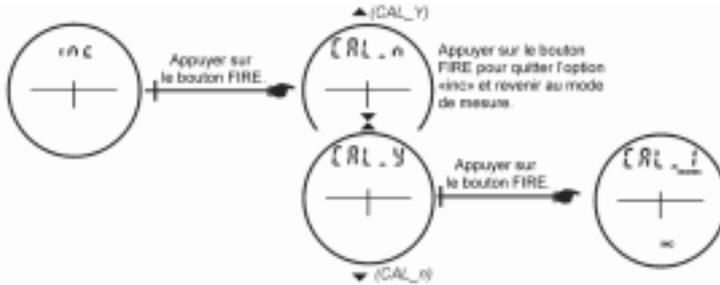

Figure 14
3. Appuyer sur le bouton  pour sélectionner l'option « inc ». Le message « CAL_n » s'affiche sur l'écran principal et l'écran devrait avoir un aspect similaire à l'illustration Figure 14.